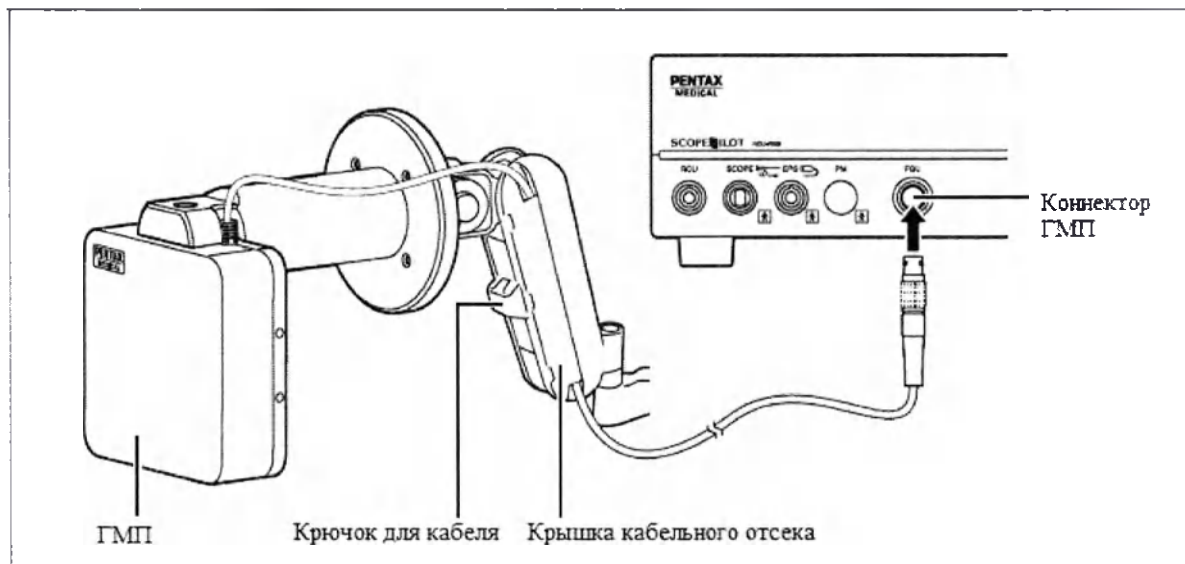

Рисунок 3.8
1. Подсоедините ГМП к разъему ГМП (FGU) на задней панели УУН (см. рисунок 3.8).
- Убедитесь, что кабель ГМП проложен в крышке кабельного отсека или через крючок внутри плеча (см. рисунок 3.8). Если при использовании оборудования кабель остается не закрытым, то он может быть зажат во время регулировки положения плеча или касаться пациентов/операторов, приводя к их травмированию или повреждению оборудования.